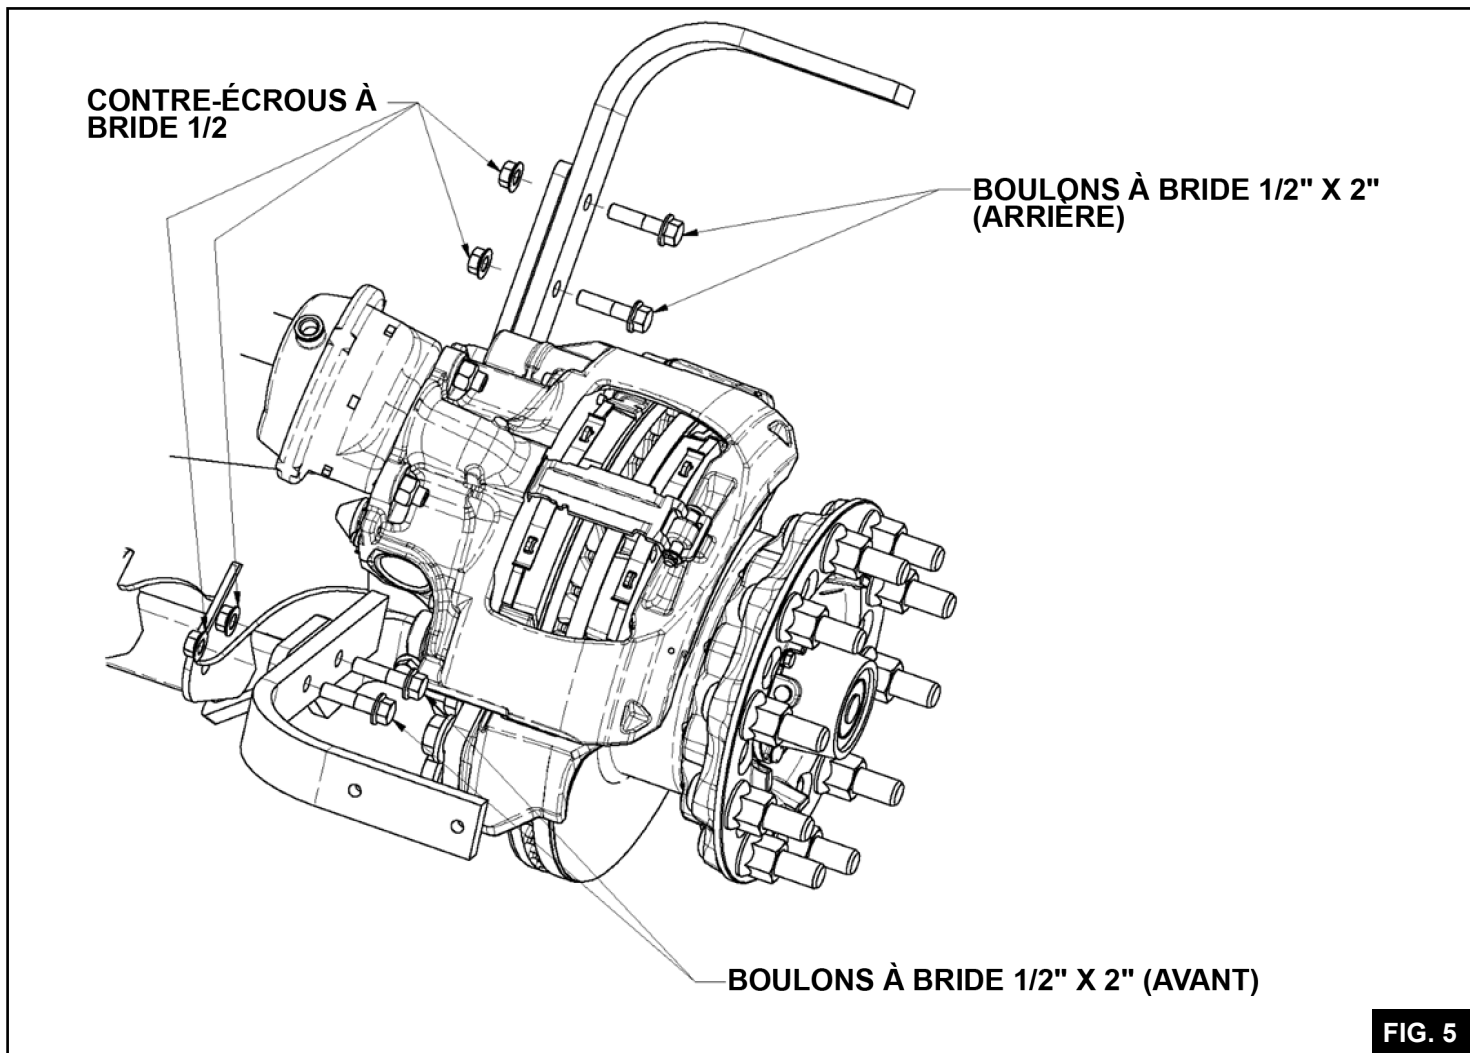

FIG. 5
**3.10** Assemblez les bras d'aile en aluminium aux supports de montage comme indiqué sur **Fig 5**.